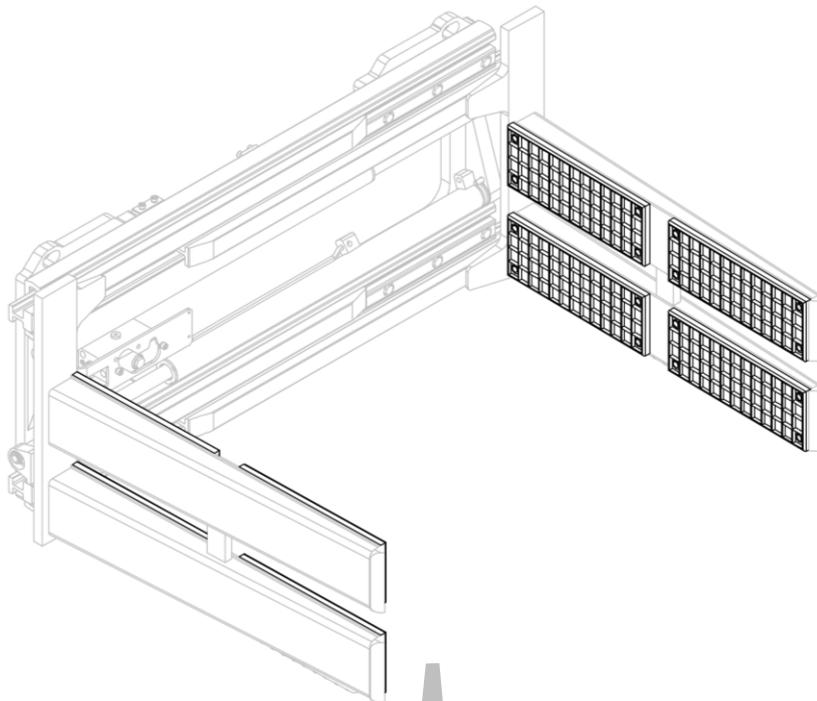
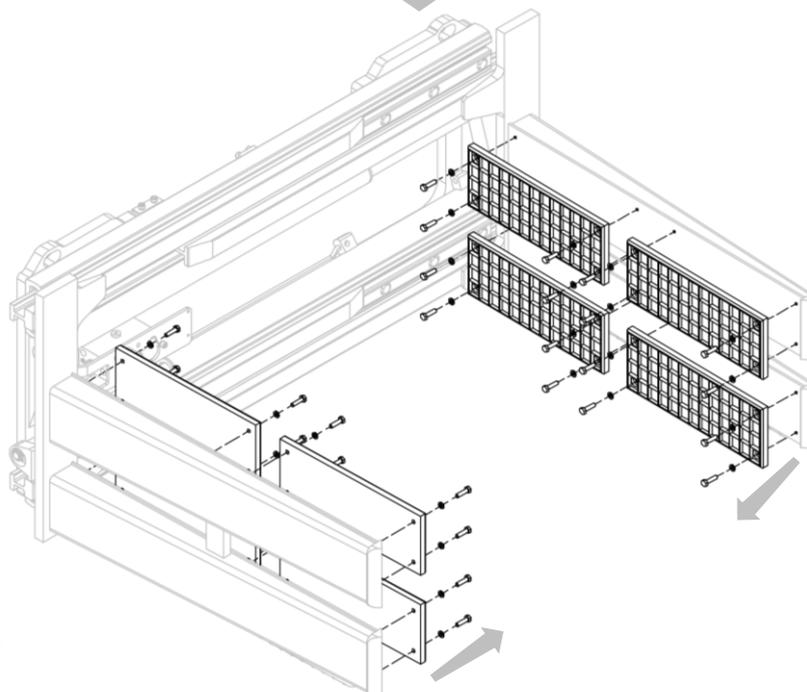

Figura 31
Figura 32
3. Retirar los platos cauchados de los brazos después de quitar sus tornillos (mira *Figura 31* y *Figura 32*).